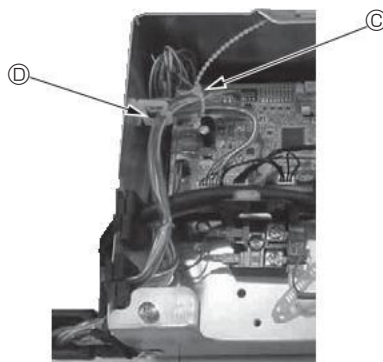

Fig. 10-14
- Placer de overskydende dele af i-See-sensorens og signalmodtagerens tilslutningsledninger i ledningsklipsen i øksen ved elektriske komponenter so vist i diagrammet, og fastgør ledningerne så den ved eslaget. (Fig. 10-14)